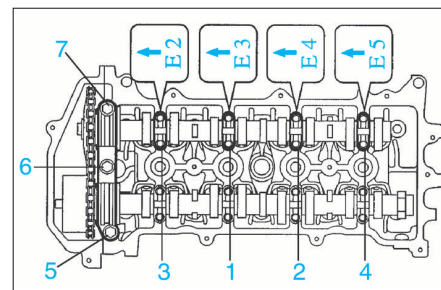

FIG. 30
- Desserrer progressivement par passes successives (dans l'ordre inverse de la repose) puis déposer les vis des chapeaux de palier d'arbre à cames (11 vis) (fig. 30).
- Replacer les chapeaux de palier d'arbre à cames à leur emplacement d'origine et les serrer au couple et dans l'ordre prescrit (fig. 30).